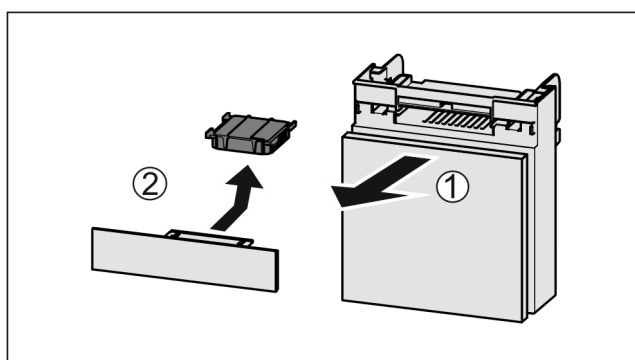

Fig. 98
- ▶ Extraire le compartiment par l'avant Fig. 98 (1).
- ▶ Sortir le filtre à charbon actif Fig. 98 (2).